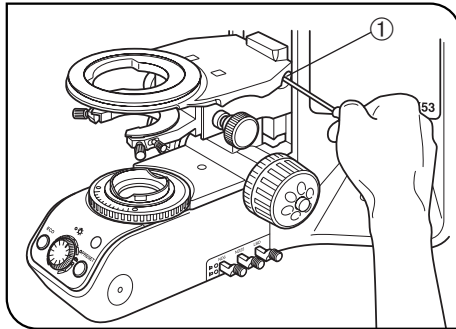

Fig. 15
#### 4 Réglage de la hauteur de la platine (Fig. 15 & 16)
2. Au moyen d'un tournevis à tige hexagonale, desserrer la vis de blocage de support de la sous-platine ① et retirer la sous-platine. (Fig. 15)